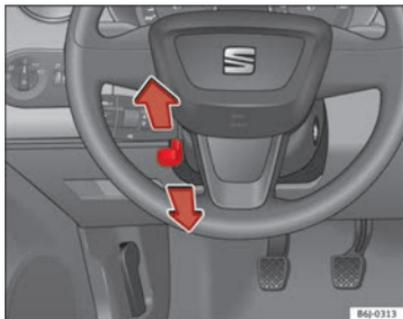

Fig. 108 Regulação da altura do volante
- Puxe para baixo a alavanca ⇒ Fig. 108 situada por baixo da coluna da direcção ⇒ ⚠.
- Ajustar o volante até atingir a posição pretendida ⇒ Fig. 108.
- Ajustar o banco do condutor ou o volante, de modo a que a distância entre o volante e o tórax seja de pelo menos 25 cm ⇒ Fig. 108. Se não se respeitar a distância mínima, o sistema de airbag não pode exercer a sua função de protecção – perigo de morte!